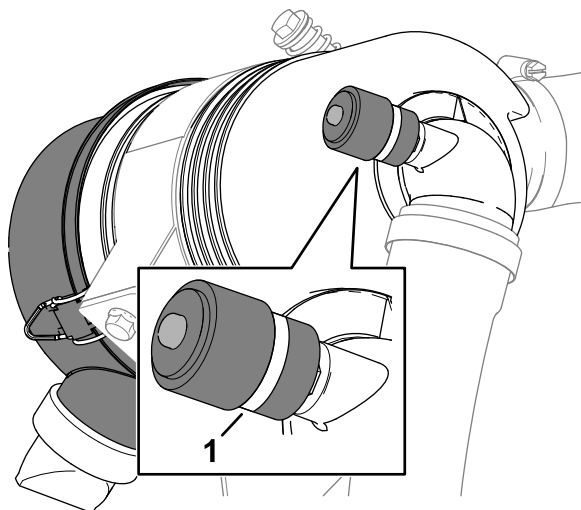

Figura 108
3. Verifique o indicador de manutenção no fim da caixa do filtro de ar (Figura 108).